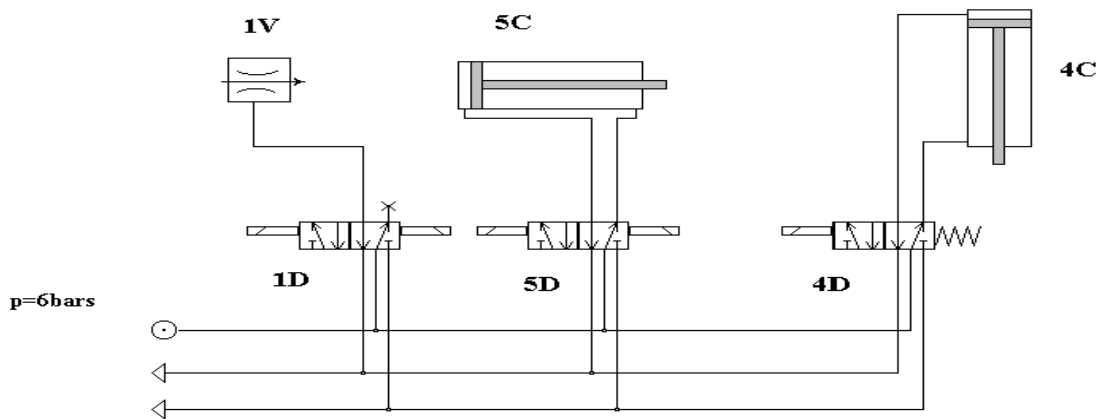

Figure 3
1. A partir du schéma pneumatique de la figure 3, donner les noms des composants représentés par un numéro et inscrivez vos réponses dans le tableau ci-dessous :